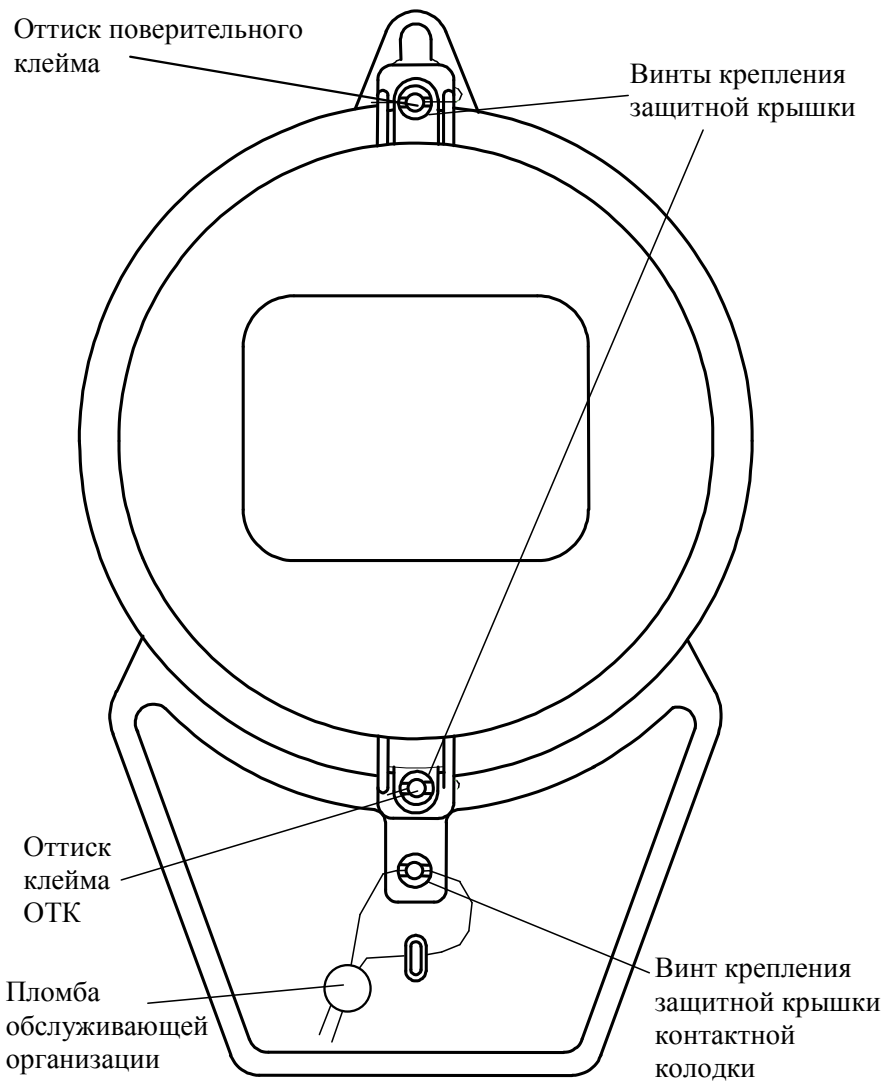

Рисунок 1 – Пломбирование счетчика
6.2 Убедитесь в отсутствии видимых повреждений корпуса и защитной крышки контактной колодки, наличии и сохранности пломб (п.11.3 рисунок 1)